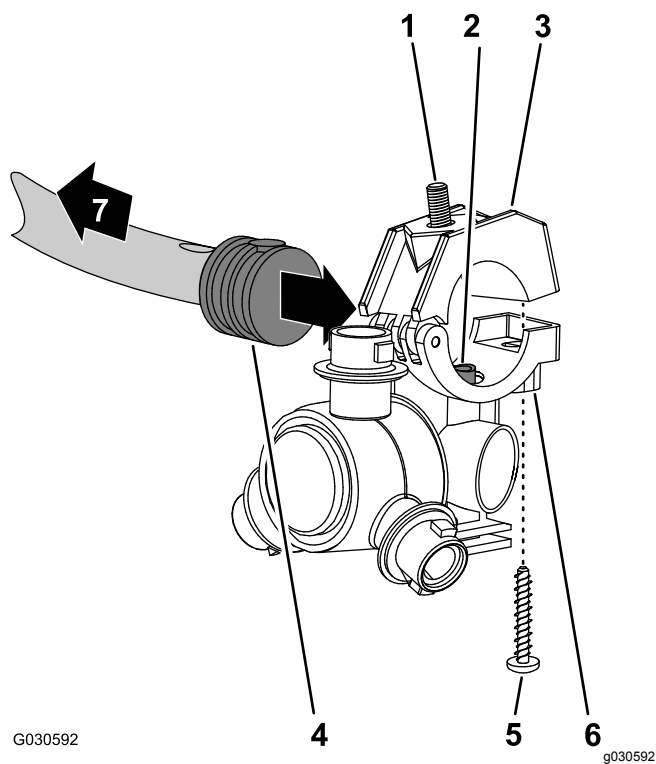
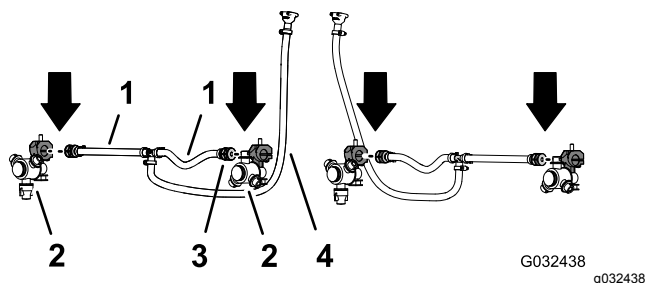

Figure 57
Figure 58
- Avec les 2 buses de pulvérisation provenant du kit de finition du système de pulvérisation GeoLink, retirez la vis en acier inoxydable qui fixe le demi-collier supérieur au demi-collier inférieur (Figure 57).
- Localisez le trou dans le côté de l'anneau cannelé simple au bout du flexible de 25 cm de l'ensemble flexibles (vanne de pulvérisation 5 ou 6) pour la section de pulvérisation centrale (Figure 57 et Figure 58).
- Alignez le tube de transfert dans le demi-collier inférieur d'une buse de pulvérisation (Figure 57) et le trou dans le côté de l'anneau cannelé simple ($\frac{1}{2}$ ").
- Fermez le demi-collier supérieur autour de l'anneau cannelé et fixez le demi-collier et le corps de la buse de pulvérisation (Figure 57) avec la vis en acier inoxydable (n° 12 x 1 $\frac{1}{4}$ ") ; serrez la vis en acier inoxydable à un couple de 14 à 18 N·m.
- Avec la buse de pulvérisation, le boulon à tête hexagonale et la vis en acier inoxydable que vous avez retirés aux opérations 1 et 2 de Dépose des buses de pulvérisation (page 27), répétez les opérations 3 à 5 pour l'anneau cannelé simple (Figure 57 et Figure 58) au bout de l'autre flexible (25 cm).
- Avec les 2 buses de pulvérisation que vous avez retirées à l'opération 4 de Dépose des buses de pulvérisation (page 27), répétez les opérations 3 à 5 pour l'anneau cannelé simple de l'autre ensemble flexibles (vanne de pulvérisation 5 ou 6) pour la section de pulvérisation centrale (Figure 57 et Figure 58).